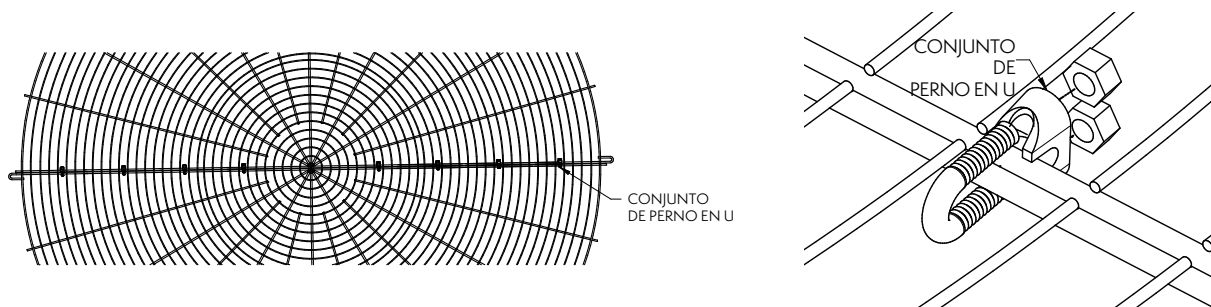

Figura 23 – Espaciado y colocación de los pernos en U
3. Una las dos mitades de la rejilla con pernos en U, como se muestra en la **Figura 23**.